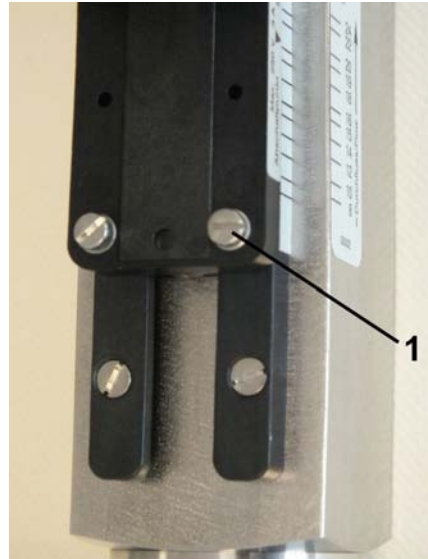

Abb. 31: Feststellschrauben lösen
1. Die Feststellschrauben des Schaltkontaktes (Abb. 31/1) mit einem Schlitzschraubendreher lösen.
3. Feststellschrauben des Schaltkontaktes (Abb. 31/1) mit einem Schlitzschraubendreher wieder anziehen. Dabei Schrauben-Anziehdrehmoment beachten.